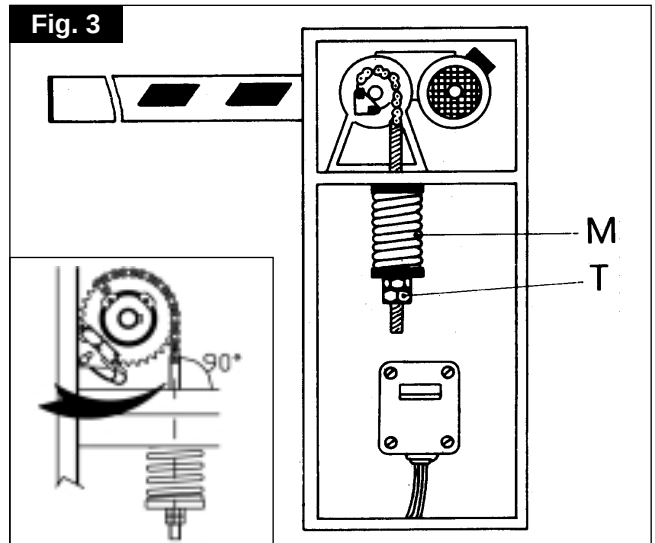

Fig. 5
- b) allentare il grano G (vd. fig. 5);